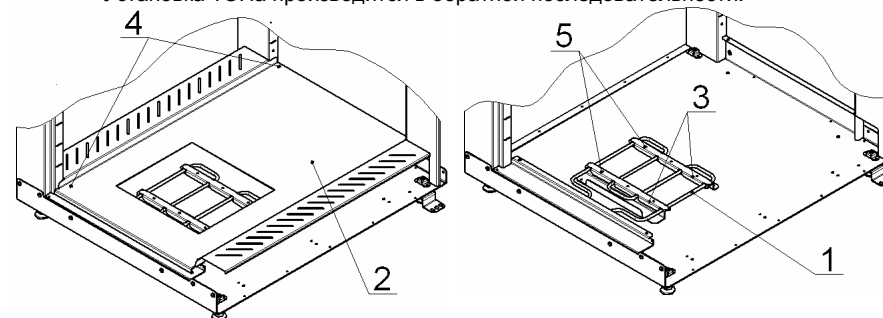

Рис.4 (дверка и правая панель условно не показаны)
6.4 Для замены вышедшего из строя ТЭНа, необходимо (см. рис.4):